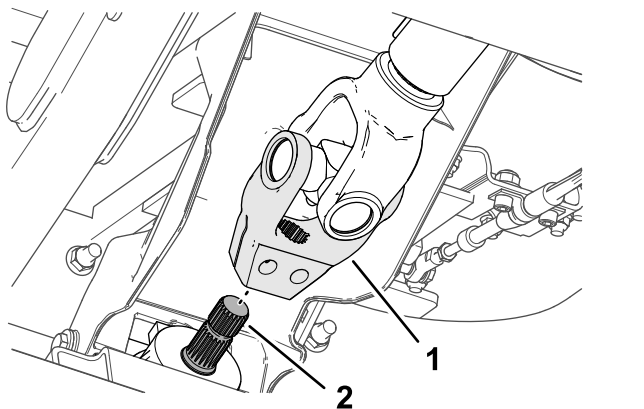

図 15
5. 駆動シャフトのヨークについているスプラインを、アタッチメントの入力シャフトに合わせて **図 15**、ヨークをシャフトに取り付ける。